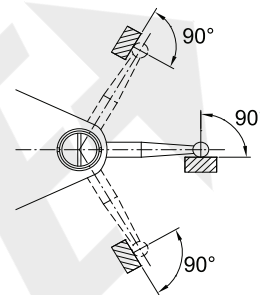
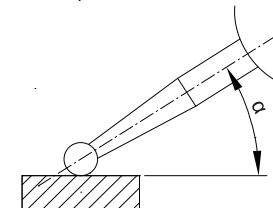

fig.4
fig.5
2. Durante a medição, a ponta deve estar vertical em relação à direção de medição (fig. 4). Quando a ponta estiver em um ângulo com a direção de medição (fig. 5), deve ser feita a seguinte correção.